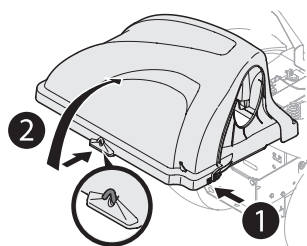

Figura 15
- Abra la cubierta de la embolsadora oprimiendo hacia adentro la lengüeta posterior derecha con la mano derecha y levantando la cubierta con la mano izquierda en el centro de la parte posterior de la cubierta de la embolsadora (2) como se muestra en Figura 15.